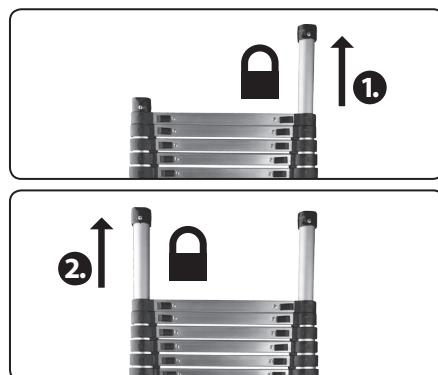

Abb. 4
3. Ziehen Sie die Endteile (Stützteile) der Rohre nacheinander heraus, um eine hörbare Verriegelung in der ausgefahrenen Position zu erreichen (Abb. 4).